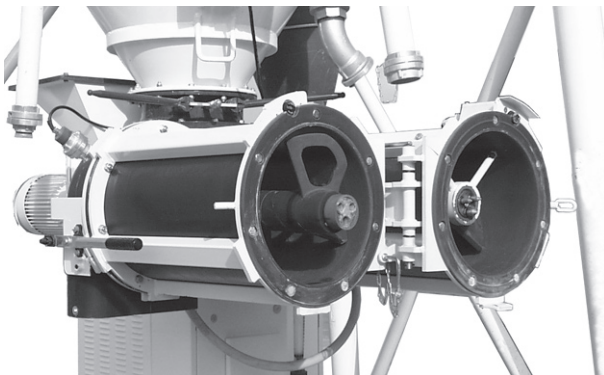

Bild 24: Weggeklapptes Mischrohr
- vorderes und hinteres Mischrohr im Innenbereich kontrollieren (Bild 24)